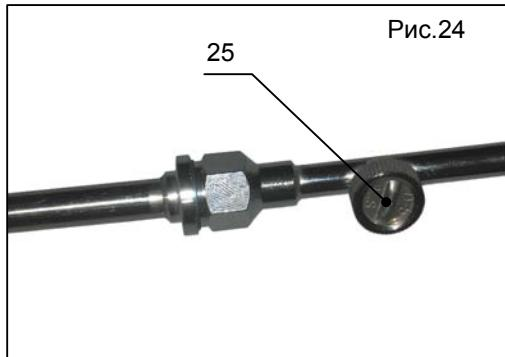

Рис.24
- Открутите верхнюю крышку регулировки направления распыляемой струи (поз.25, рис.24)